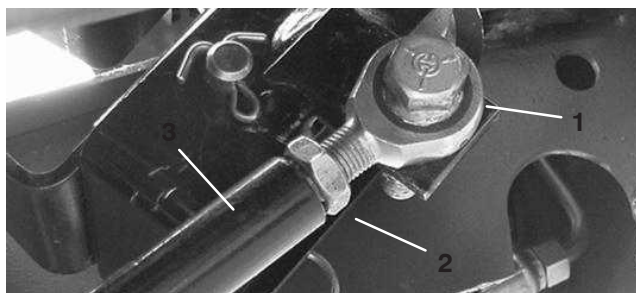

Figure 59
3. Si un autre réglage est nécessaire, réglez la tige de déplacement (Fig. 59) comme suit :